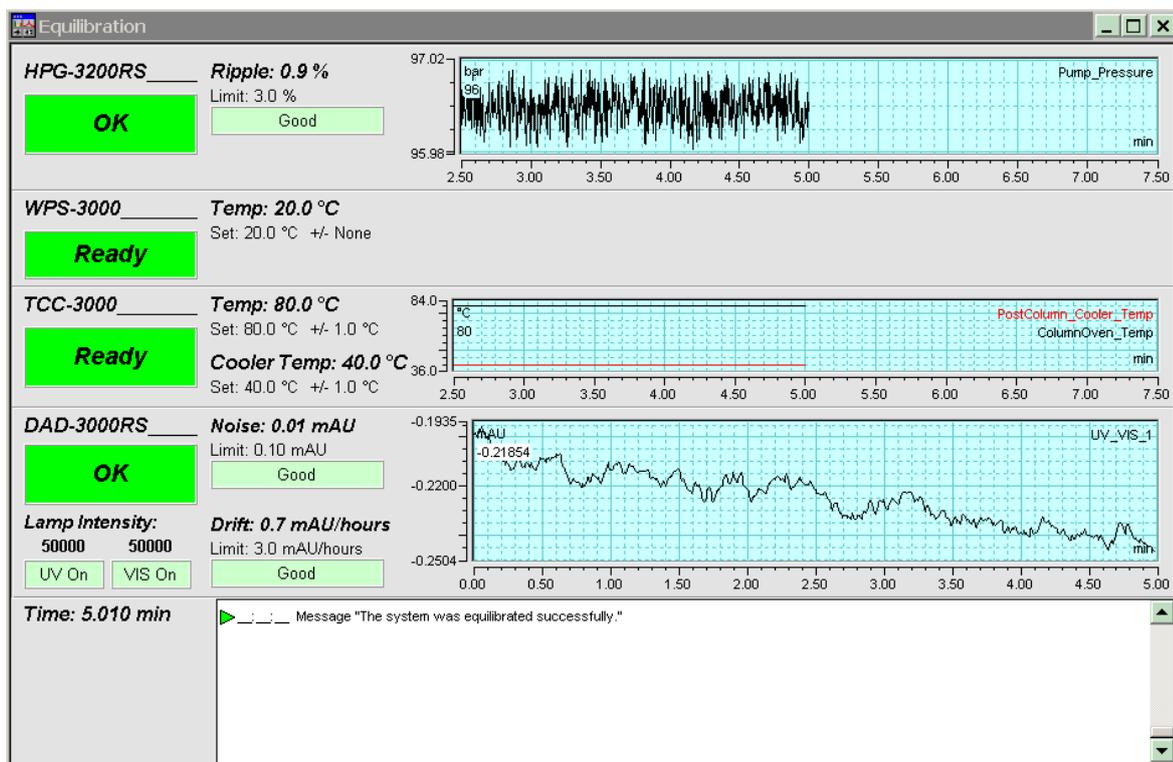

Abb. 30: Äquilibrierfenster
- ◆ öffnet Chromeleon das Äquilibrierfenster für die auf der Zeitbasis installierten Geräte (→ Abb. 30, Seite 54).